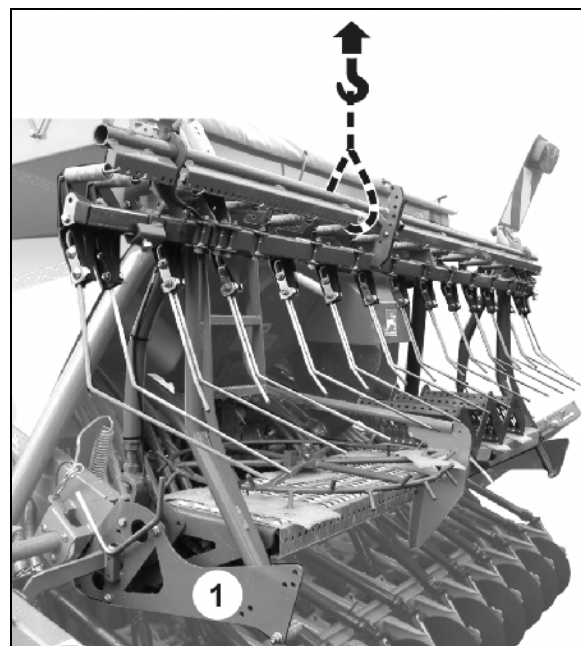

Рис. 72
1. Зафиксируйте выравниватель типа "Ехакт" на кране (см. Рис. 72).
2. Удалите оба щитка (Рис. 72/1), которые использовались для крепления выравнивателя типа "Ехакт" на агрегате в ходе транспортировки.